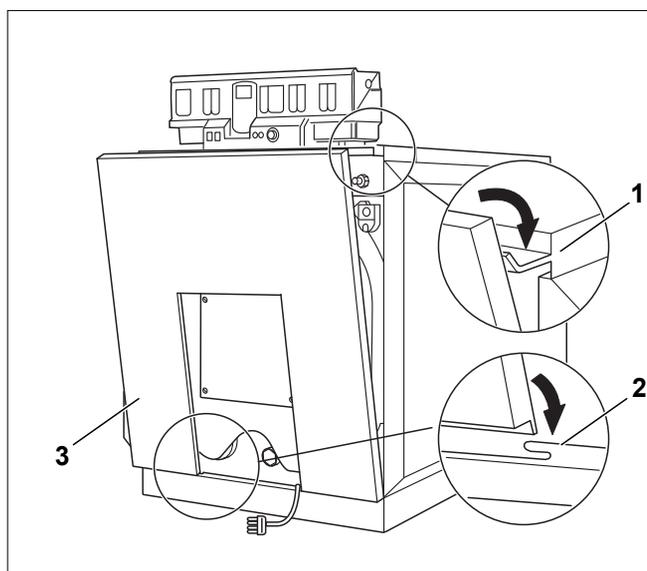

Рис. 41 Установка передней стенки
- ▶ Вставьте переднюю стенку (рис. 41, [3]) вниз в середине в цокольную планку (рис. 41, [2]).
- ▶ Подвесьте переднюю стенку сверху на отбортовку передней крышки (рис. 41, [1]).